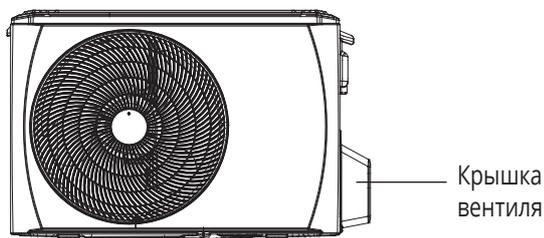

Рис. 5.9
1. Отвинтите и снимите крышку сальникового вентиля на боковой панели наружного блока. (См. рис. 5.9).